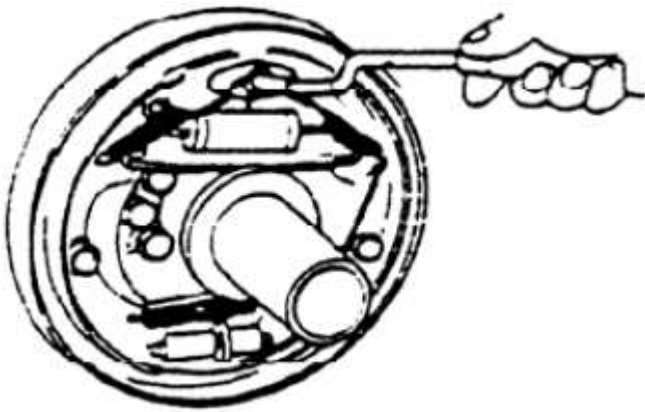

Рис. 2-22
(8) Нужно установить направляющую пластину колодки на анкерный штифт и установить возвратную пружину колодки (См. Рис. 2-22).